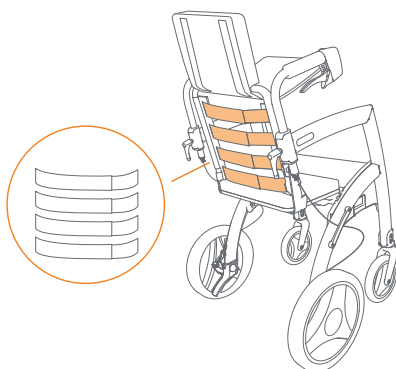

Figure 45: Plus souple pour plus de profondeur de siège.
- c. Ajustez les bandes en détachant le velcro. Attachez à nouveau les velcros de tel sorte que le bassin de l'utilisateur soit bien droit et son dos soit bien soutenu (**Figure 45**).